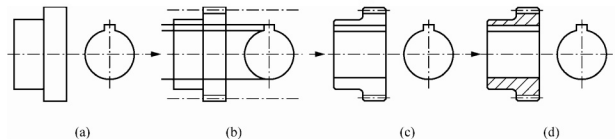

图 9-4 齿轮主视图绘制过程
(3) 绘制齿轮主视图。
① 设置【粗实线】层为当前层，使用【矩形】命令分别绘制 13×54 、 17×40 两个矩形；使用【移动】命令将其与左视图对齐，如图 9-4(a)所示。
② 使用【直线】命令绘制带键槽的轴孔，使用【偏移】命令得到分度线与齿根线，如图 9-4(b)所示。
③ 使用【修剪】、【打断】、【倒角】、【圆角】命令整理图形，如图 9-4(c)所示。
④ 使用【图案填充】命令，将图形打剖面符号，如图 9-4(d)所示。